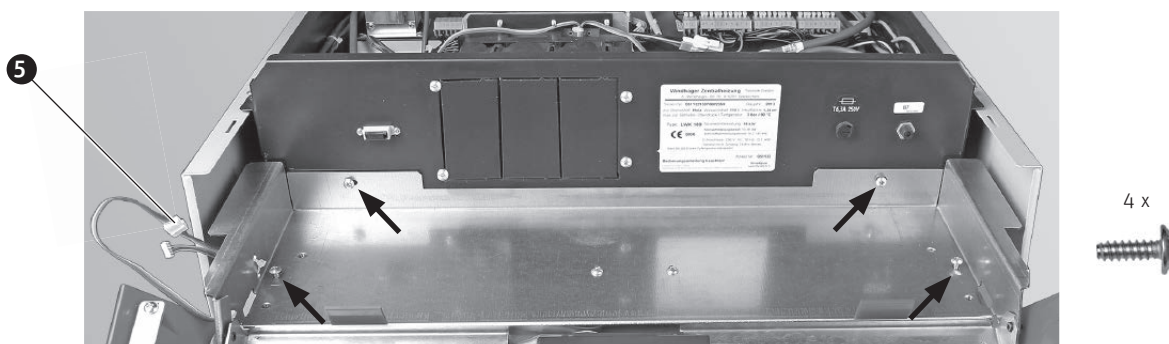

Fig. 82 Fissare il pannello di comando con 4 viti per lamiera, passare il cavo InfoWINPLUS
- ▶ Avvitare appena il pannello di comando alle pareti laterali (2 x) e al quadro di comando (2 X) con viti per lamiera – Fig. 82.
- ▶ Raccogliere il cavo InfoWINPLUS e passarlo nella parete laterale – Fig. 82.